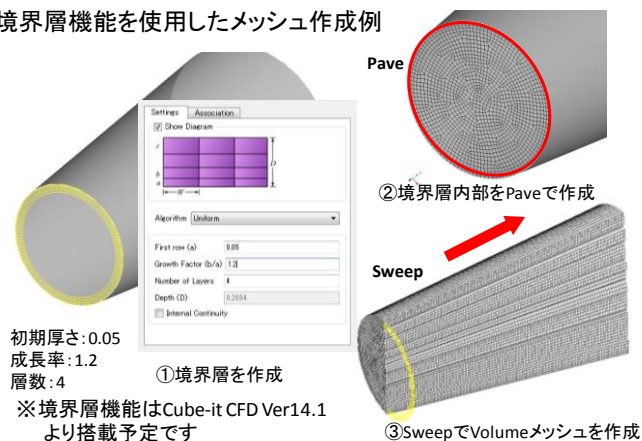

図 2 境界層機能を使用したメッシュ
能となった。図 2 は境界層メッシュを作成した例であるが、入口と出口で径の異なる円筒形状に対し、次の手順でメッシュを作成している。①側面から一定厚さの境界層を作成、②入口面を Pave コマンドで非構造型の四角形要素による Surface メッシュを作成、③Sweep による押し出し機能でヘキサ要素を作成。
Cube-it CFD の特長として、大規模メッシュの生成スピードがあげられる。まず図 2 に示すよう